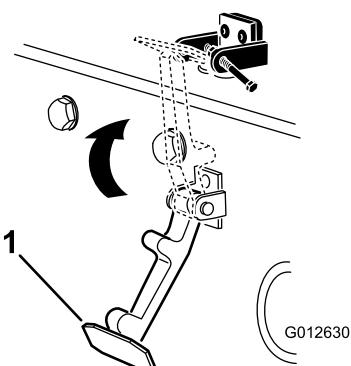

Bild 14
6. Haken Sie den Riegel in die Halterung des Motorhaubenriegels (Bild 14).